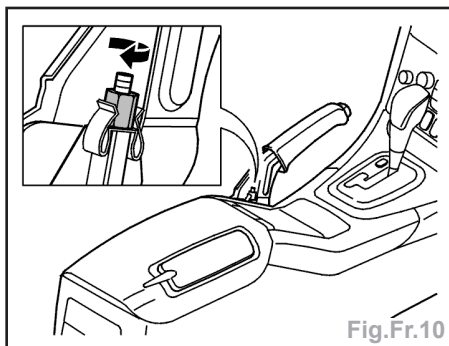

Fig.Fr.10
- Enlever le soufflet pare-poussière du levier de frein de stationnement (tirer vers le haut) (Fig.Fr.10).